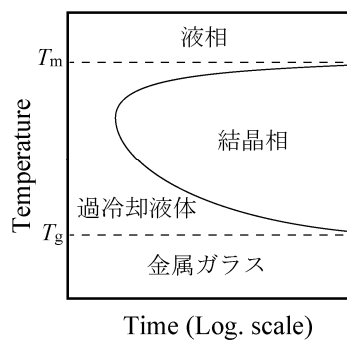

図 5
- (1) 図5に一般的な溶融金属のTime-Temperature-Transformation図を示す。過冷却液体の結晶化にかかる時間が融点 (T_m) 近くの高温域とガラス転移点 (T_g) 近くの低温域で長時間となっている。2つの温度域において長い時間が必要となる理由をそれぞれ50字程度で述べよ。